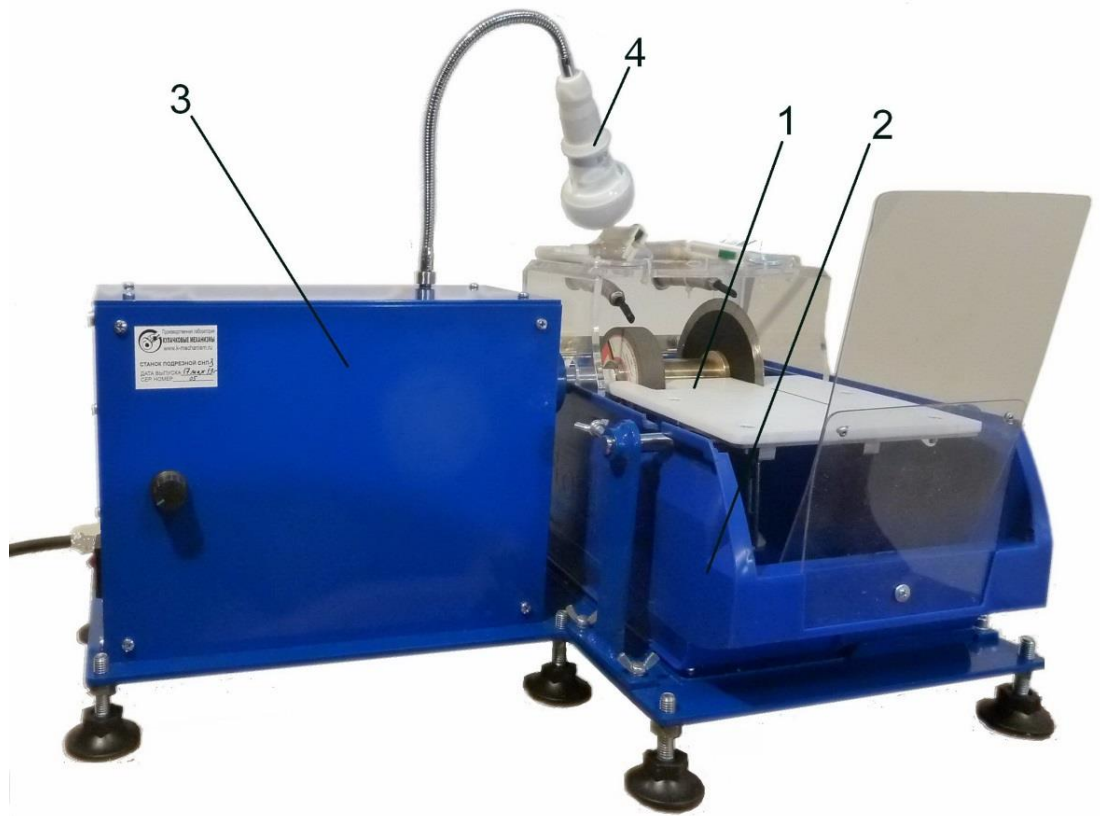

Рис. 1. Общий вид станка: 1 - опорный стол, 2 - поддон с брызговиками, 3 – электромеханический блок, 4 –осветитель.
Станок (рис. 1) состоит из опорного стола (поз. 1) с прорезями для отрезного алмазного диска диаметром до 125 мм и шлифовального круга диаметром до 120мм, поддона (2), электромеханического блока (3) и осветителя рабочей зоны (4).
Пластмассовый поддон для отвода воды и шлама (поз. 2 на рис. 1) фиксируется на станине с помощью двух пластмассовых держателей. Для снятия поддона необходимо демонтировать правую стойку стола, снять стол, а затем ослабить винты крепления правого держателя поддона. После смещения держателя поддона вправо, поддон может быть снят (на некоторых версиях станка необходимо полностью открутить винты и снять правый держатель). При обратной установке поддона необходимо следить за тем, чтобы выступы на держателях попали в соответствующие им углубления в буртике поддона. Подача воды на алмазный инструмент для охлаждения и удаления шлама осуществляется самотёком из 15-литровой ёмкости через 2 отдельные капельницы. Направление струи регулируется положением гибкого поводка основания капельницы, который расположен под прозрачным брызговиком. Там же есть шторка, предотвращающая разбрызгивание воды инструментом при вращении. Для защиты оператора от случайных брызг служит передний прозрачный щиток из поликарбоната, фиксируемый в горизонтальной прорези поддона. Слив воды из поддона происходит самотёком через отверстие большого диаметра. Сливной шланг снабжён утяжелителем во избежание его случайного выпадения из водосборной ёмкости. В качестве последней, рекомендуется использовать небольшое пластмассовое ведро.
Электромеханический блок (поз. 3 на рис. 1) содержит: выключатель питания с контрольной лампой, блок выпрямителя и регулятор (ШИМ) для плавной ручной регулировки скорости вращения шпинделя от 0 до 3400 об/мин. Осветитель (поз. 5 на рис. 1) на гибком основании имеет отдельный выключатель. Он использует напряжение 220 В.